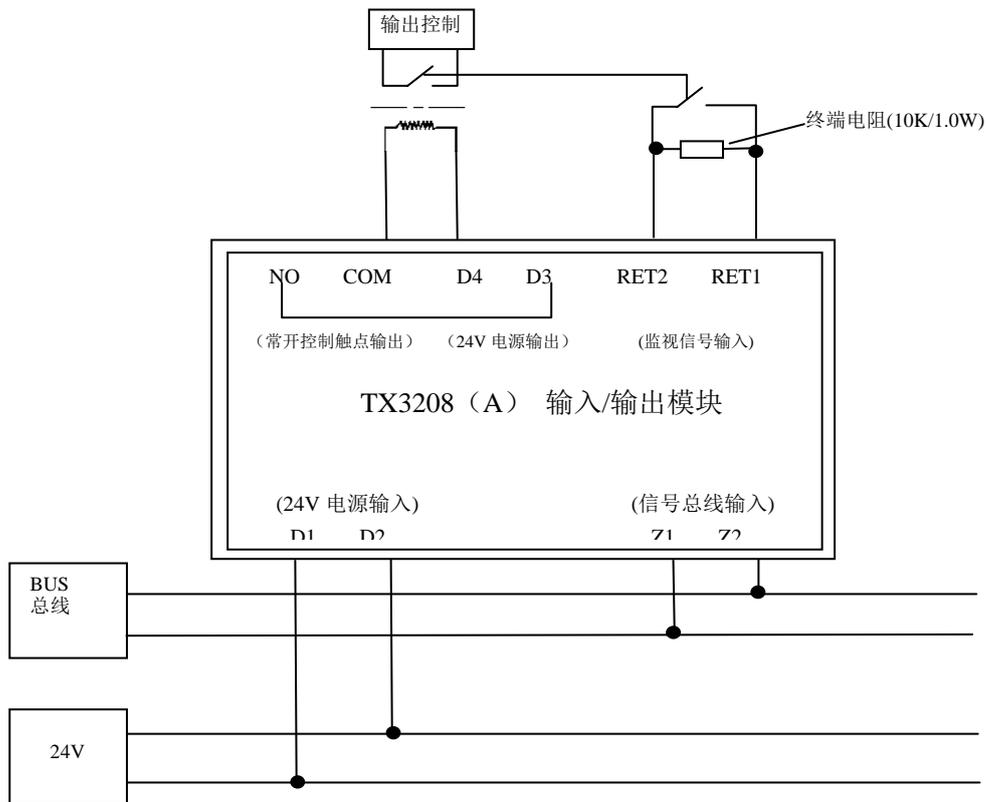
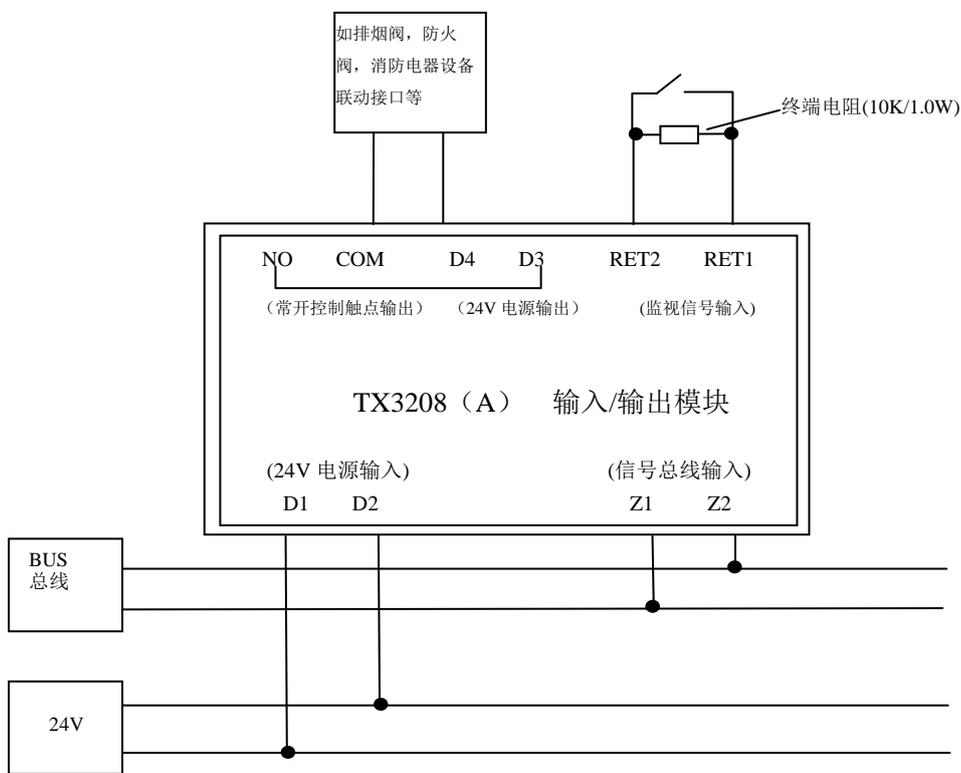

图 5: 用 TX3208 (A) 控制高压大功率设备的连接方法示意图
图 6: TX3208 (A) 的接线方式示意图
**注意:** 对于反馈线必须在其末端配接一个终端电阻 (10k/1w, 参见图 5、图 6), 否则控制器将报该产品“反馈线 24V 故障”; 对于控制线由于接有受控设备作负载, 故无须配接终端电阻, 不可断开受控设备做试验, 否则控制器将报该模块“输出故障”。
3. 接线方式: 图 5 和图 6